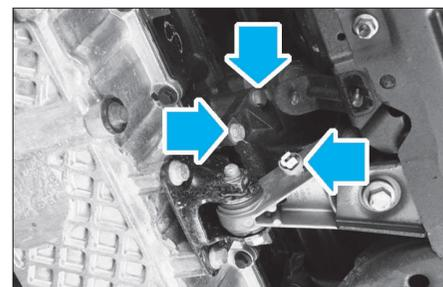

FIG. 9
- Déposer les 3 vis de fixation du palier intermédiaire (Fig.9).